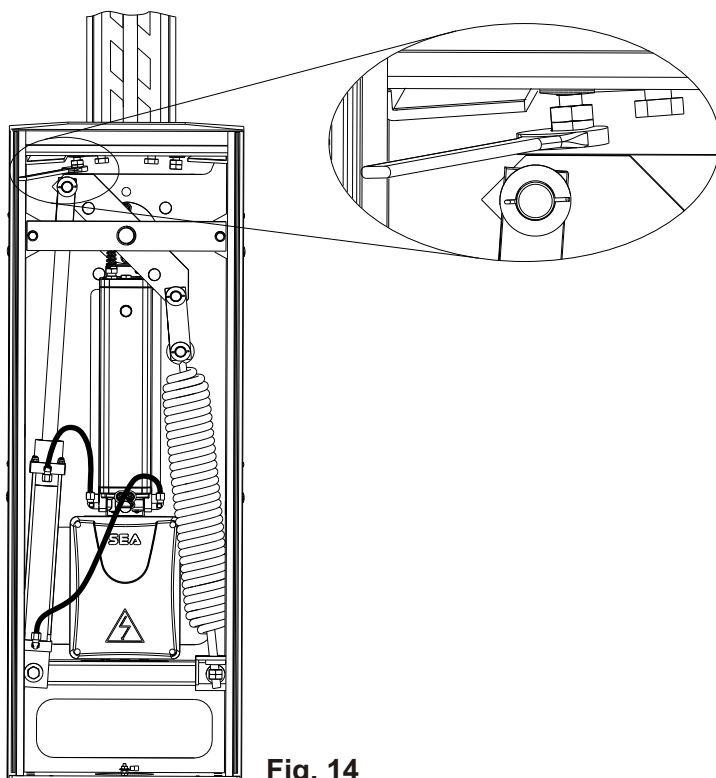

Fig. 14
- Desbloquear los tornillos del final de carrera destornillando las tuercas de ajuste apretadas sobre el final de carrera (Fig. 14).
- Destornillar o atornillar los tornillos de final para fijar el mástil en posición vertical en la abertura, y en posición perfectamente horizontal en el cierre (Fig. 14).